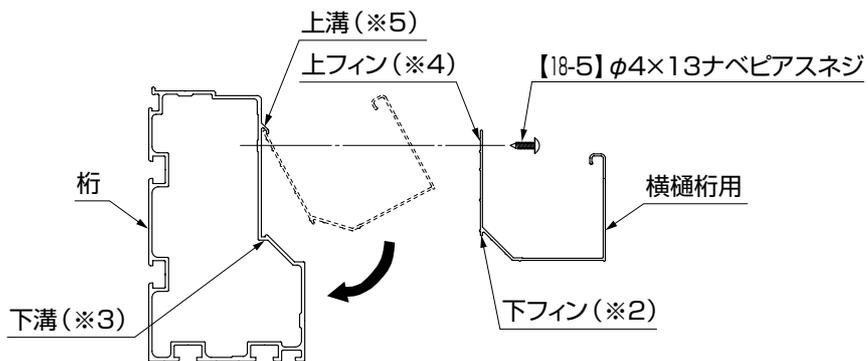

図10-4
- 横樋桁用の上フィン(※4)を桁の上溝(※5)に下から入れ、横樋桁用の下フィン(※2)を桁の下溝(※3)にひっかけるように取付けてください。(図10-4参照)
②横樋連結金具を使い【18-5】、【18-6】で横樋を連結してください。